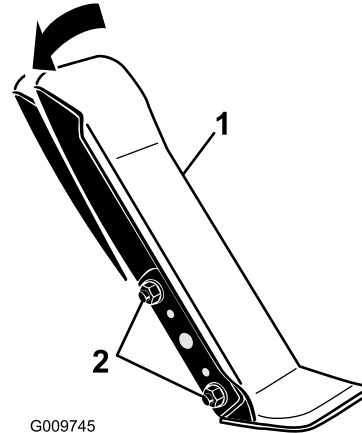

Bild 88
1. Lösen Sie die zwei Muttern und Schrauben, mit denen die linke Seite des Fahrpedals an der Halterung befestigt ist (**Bild 88**).
2. Drehen Sie das Pedal auf den gewünschten Winkel und ziehen Sie die Muttern an (**Bild 88**).